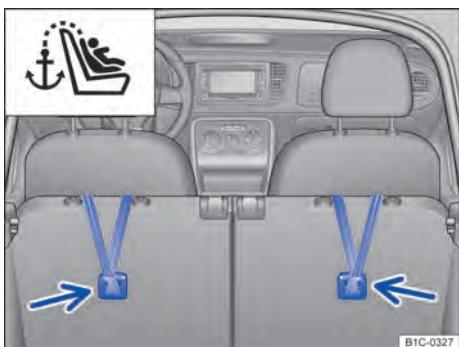

Fig. 74 No compartimento de bagagem: cinto de fixação superior pendurado.
- Enganchar o cinto de fixação superior no compartimento de bagagem, no respectivo olhal de retenção ⇒ **Fig. 74** (setas).